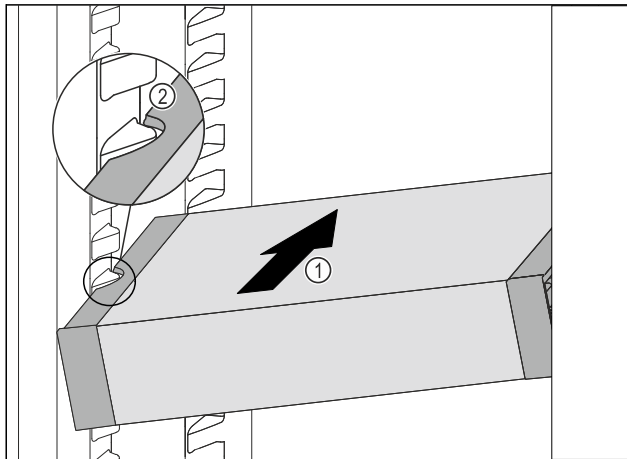

Fig. 92
- VarioSafe schräg in das Kühlteil einschieben Fig. 92 (1), bis sich die seitlichen Aussparungen Fig. 92 (2) des VarioSafes auf Höhe der Behälterrippe im Kühlteil befinden.